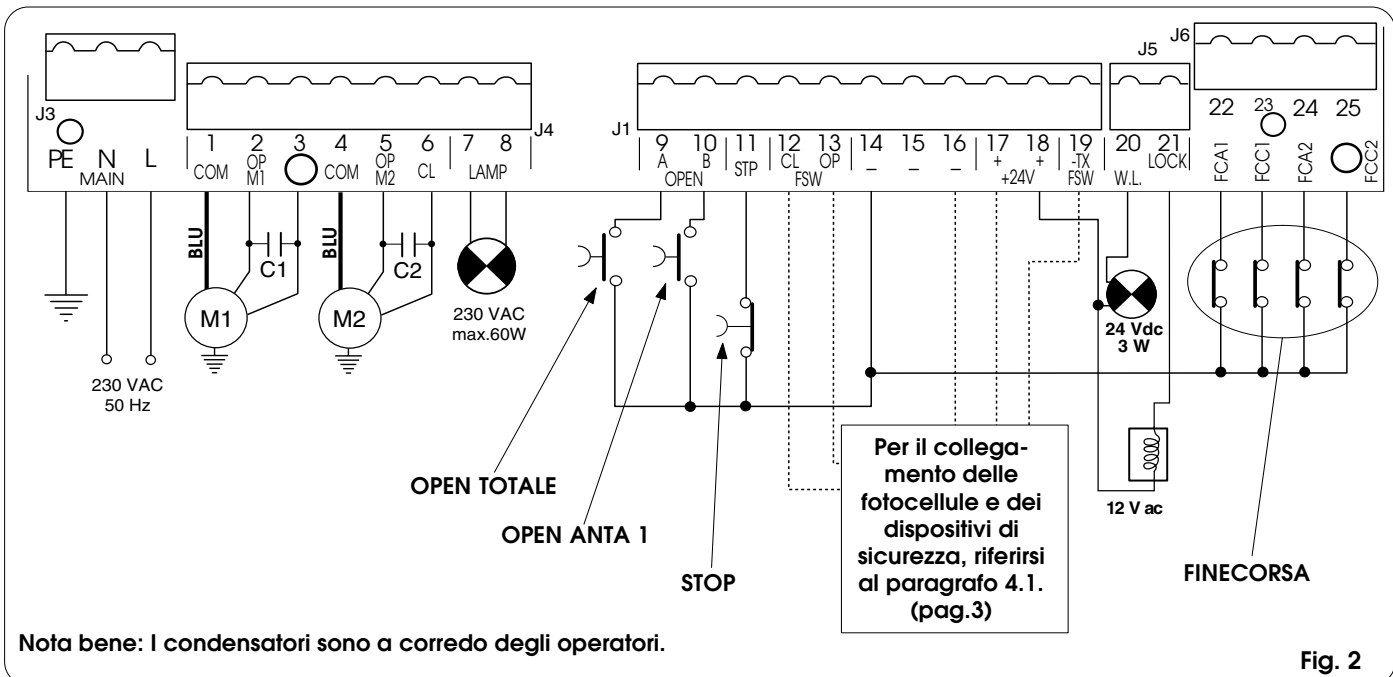

Fig. 2
- Collegare il cavo di terra all'apposito morsetto previsto sul connettore J3 dell'apparecchiatura (vedi fig.2).
4.2. Morsettiera J3 - Alimentazione (fig. 2)
4.3. Morsettiera J4 - Motori e lampeggiatore (fig. 2)
4.4. Morsettiera J1 - Accessori (fig. 2)
4.5. Morsettiera J5 - Lamp. Spia ed Elettroserratura (fig. 2)
4.7. Morsetti J6- Finecorsa e/o Gatecoder (fig. 2)